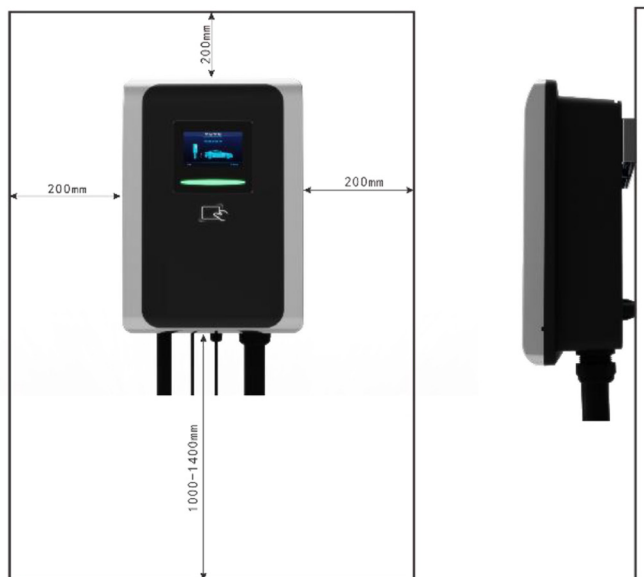

Fig. 5-2 Exigences minimales d'espace pour le montage mural
- ▶ Exigences d'espace: Lorsque le chargeur est fixé au mur, les exigences minimales d'espace sont indiquées à la Fig. 5-2.